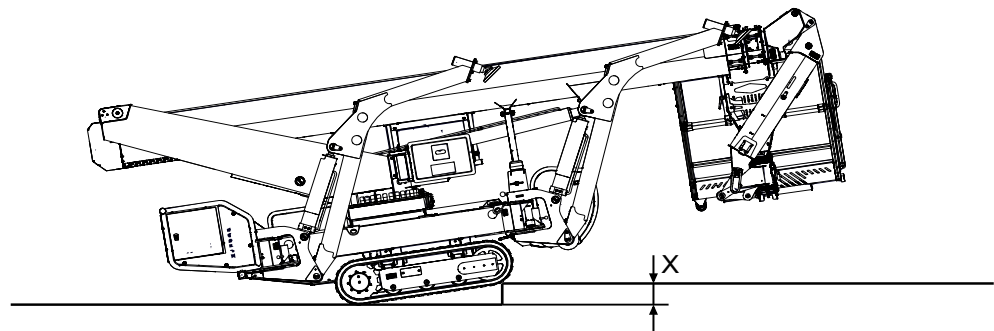

Fig. 106
3. S'assurer que la hauteur des bords à franchir (Fig.106/X) ne dépasse pas 100 mm.
- Tenir compte de l'inclinaison maximale de la machine (Fig.106).